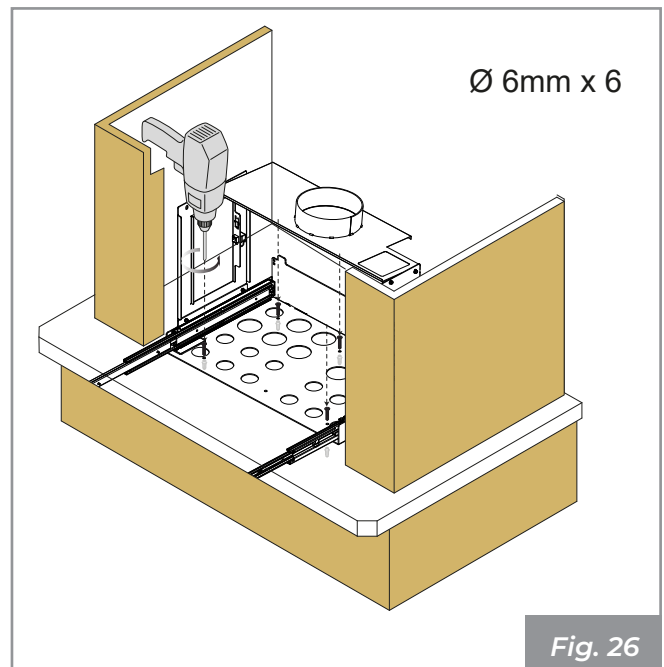

Fig. 26
- Introducir los tacos de 6 mm en los orificios realizados y fijar la base con los tornillos (no suministrados). (3) - ( **Fig. 26** ).